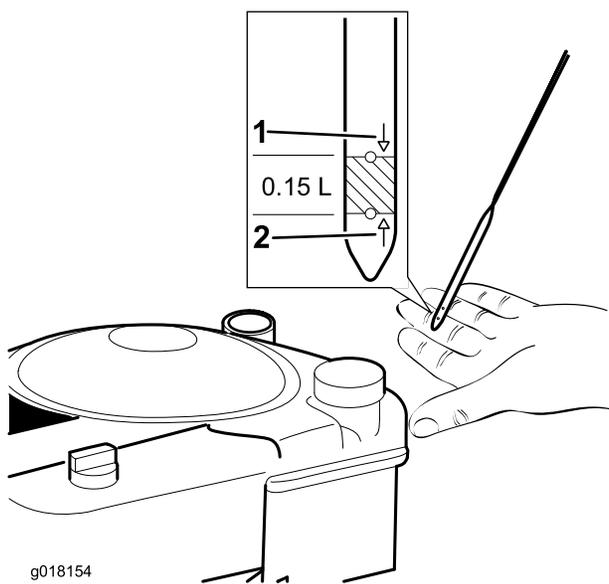

Рисунок 17
2. Выньте масломерный щуп и протрите его чистой салфеткой (Рисунок 17).
Для этого вытрите тщательно щуп и вставьте его в маслозаливную патрубку (Рисунок 17).
5. Заливайте масло в картер двигателя до тех пор, пока масломерный щуп не покажет, что достигнут нужный уровень масла в двигателе, как показано на Рисунок 17. В случае переполнения картера двигателя маслом слейте избыточное количество масла.